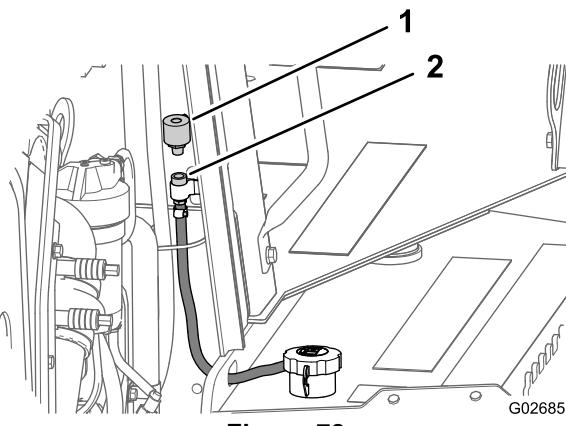

Figura 78
2. En el lado delantero del compartimiento del motor, retire el respiradero del acoplamiento de tubo girando el respiradero en sentido antihorario (Figura 78).
- 3. Instale un respiradero nuevo en el acoplamiento del tubo y apriételo a mano solamente (Figura 78).